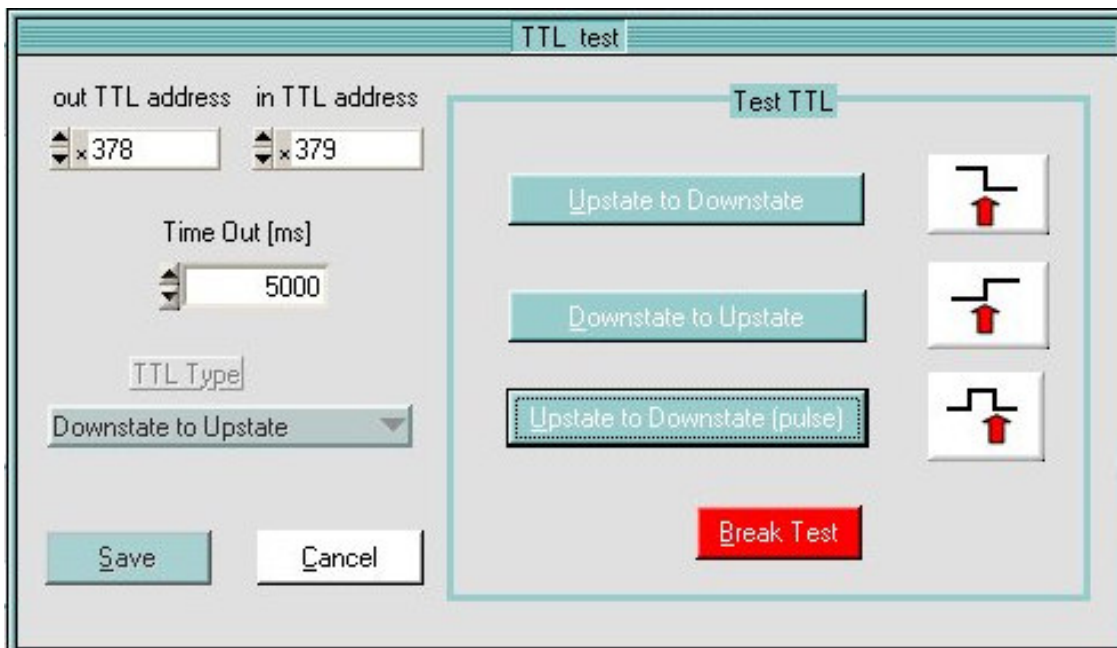

Figura 37: il pannello per fissare gli indirizzi di TTL IO
2. selezionare **TEST** (Vedi Figura 37);